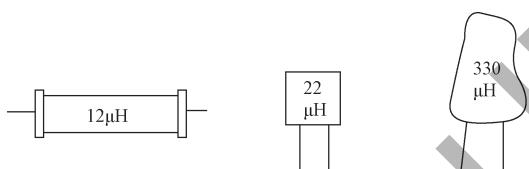

图 4-35 电感器的直标法
(1) 直标法：即将电感量直接印在电感器上，如图 4-35 所示。